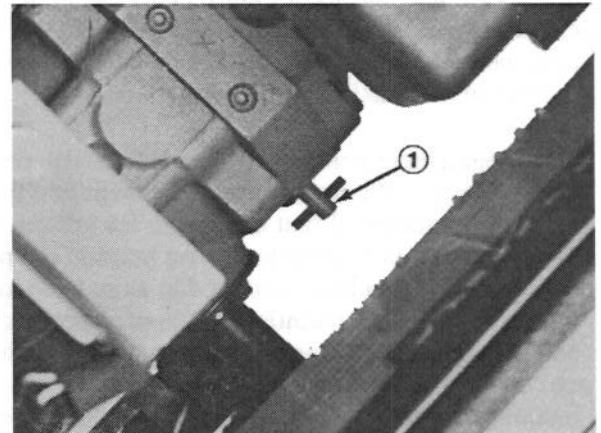

Figure 14
1. Sous la machine, tourner la vanne de dérivation (Fig. 14) entre 1/2 et 1 tour dans le sens anti-horaire. Un conduit de dérivation interne est ainsi ouvert dans la transmission et l'huile de transmission est donc évitée. La machine peut alors être déplacée sans endommager la transmission.